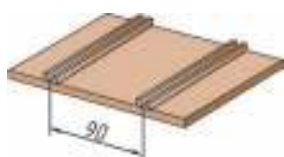

Рис. 55.
Перед склеиванием производится предварительная сборка кузова в специальном приспособлении (рис. 55).
5. Установите боковины в приспособление (см. рис. 55), нанесите клей ПВА в местах соединения деталей.